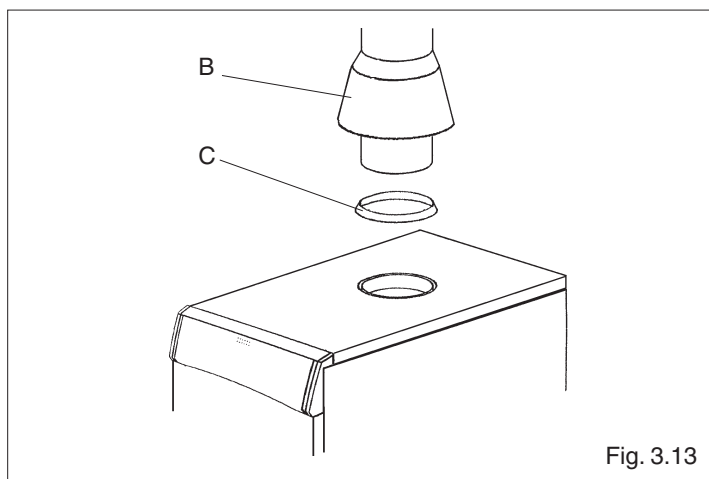

Fig. 3.13
- posizionare il collarino (C) sopra il pannello superiore della mantellatura in corrispondenza del foro di uscita della cappa fumi (fig. 3.13)
- inserire l'interruttore di tiraggio (B) (antirefouleur) attraverso il collarino (C) nell'apposita sede della cappa fumi (fig. 3.13)